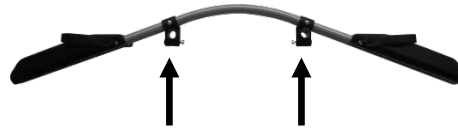

Figure 3 : Sabot de fixation
- Desserrez les écrous et retirez les vis à tête bombée des sabots de fixation du rail d'extension (figure 3 et 3 a).